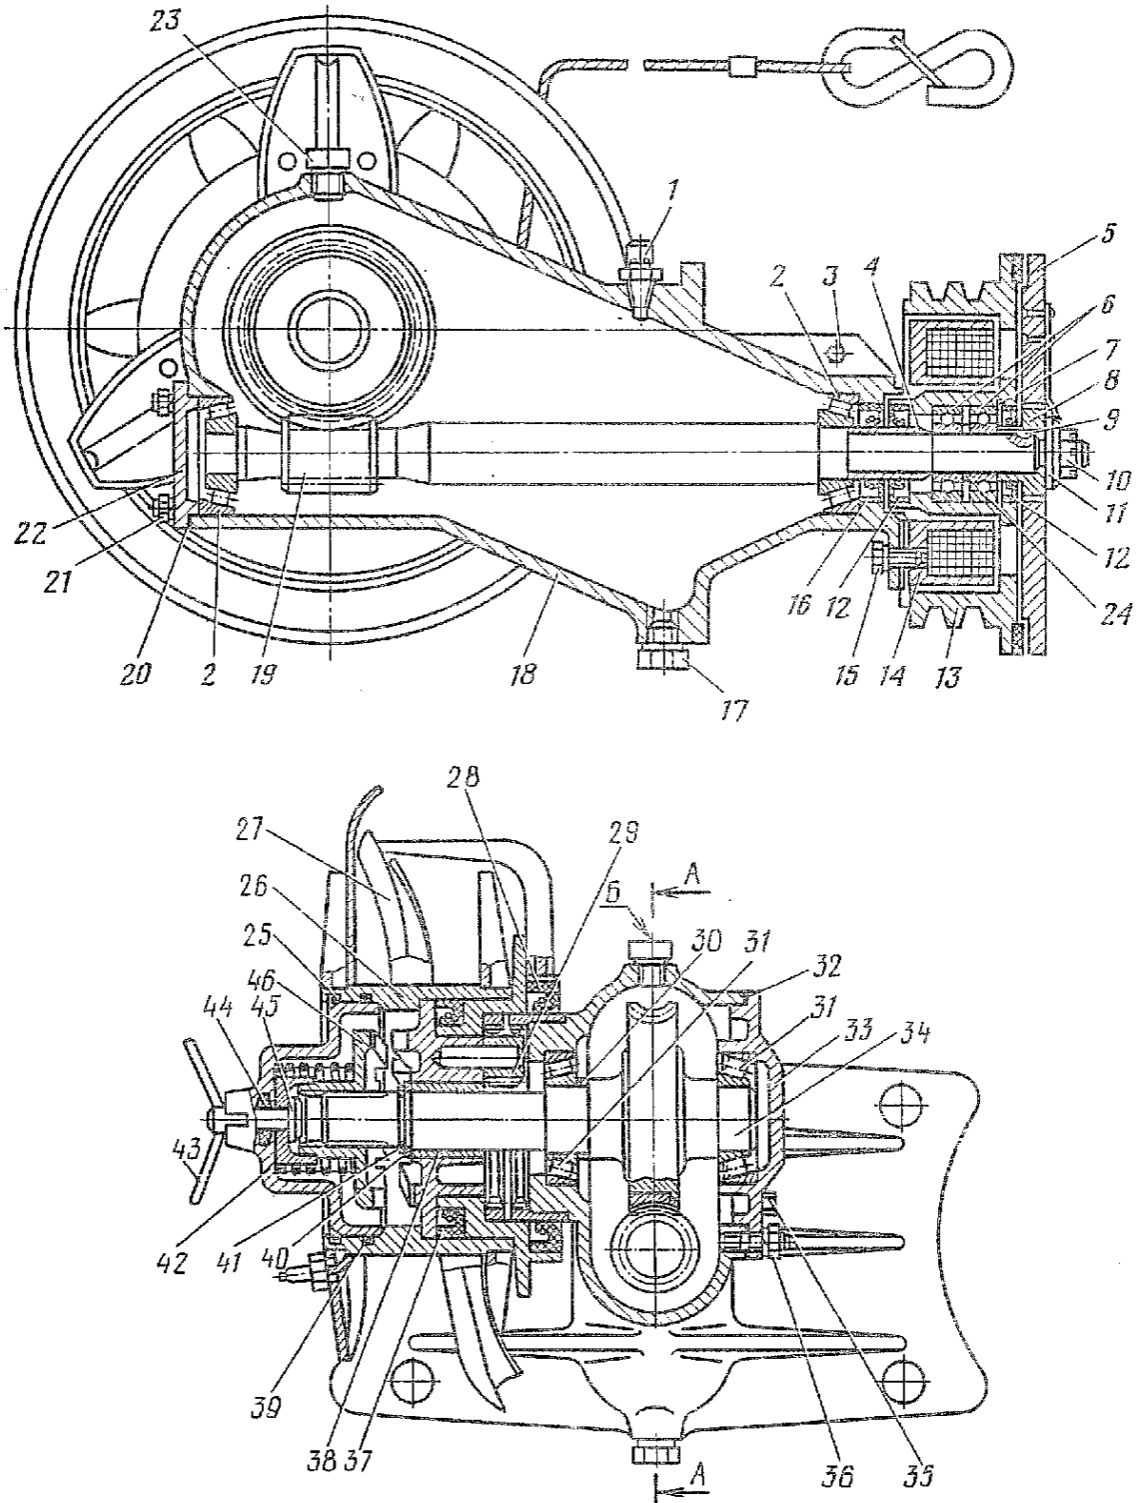

Рис. 209. Лебедка с редуктором в сборе:
1.1. Вывернуть из картера 18 (рис. 209) редуктора лебедки сапун 1, пробки 23, 17, 35 маслосливного, маслосливного и контрольного отверстий и слить масло (ключи 12 и 17, емкость для масла).